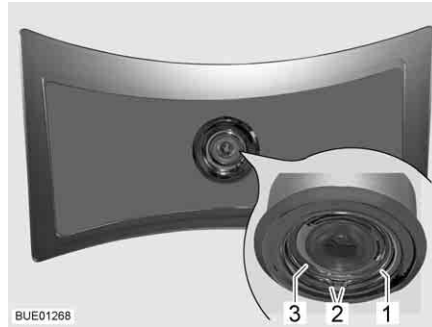

Fig. 296 Luz do teto
- Comprima o anel de mola (Fig. 296,1) em ambas as extremidades (Fig. 296,2) e retire-o.
- Retire a carcaça (Fig. 296,3) com o LED da lâmpada.